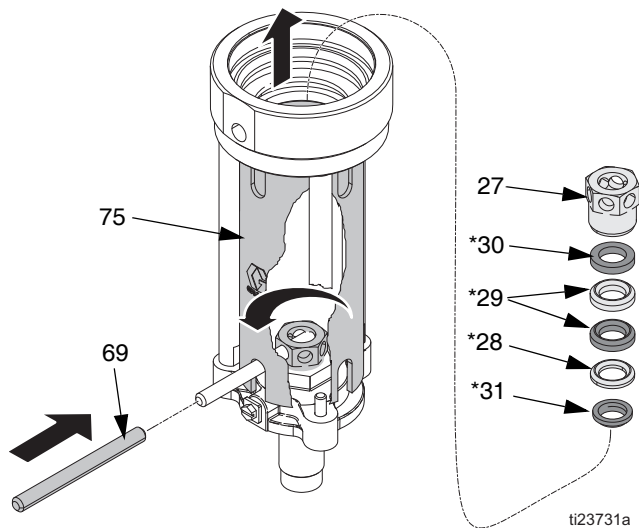

ABB. 25
12. Sechskantmutter (27) vom Befestigungsflansch (26) entfernen. Buchsendichtung (30*), 2 PTFE-Dichtringe (29*), Steckdichtung (28*) und Abstreifer (31*) entfernen. Alle Teile auf Beschädigungen untersuchen. Siehe ABB. 25.